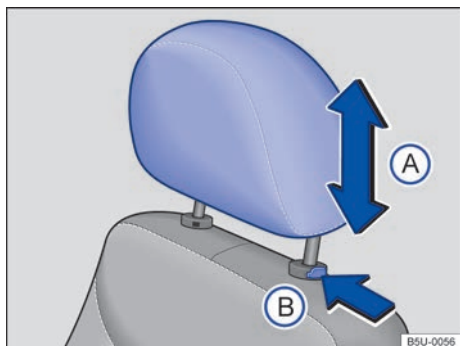

Fig. 38 Ajuste el apoyacabezas delantero.
- Empuje el apoyacabezas hacia arriba o hacia abajo en el sentido de la flecha \Rightarrow fig. 38 **A** \Rightarrow .